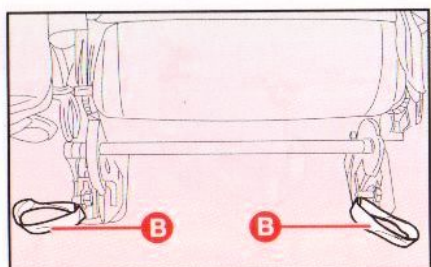

Abb. 130
– An den Bändern **B**, **Abb. 130** ziehen und den Sitz ganz umklappen;